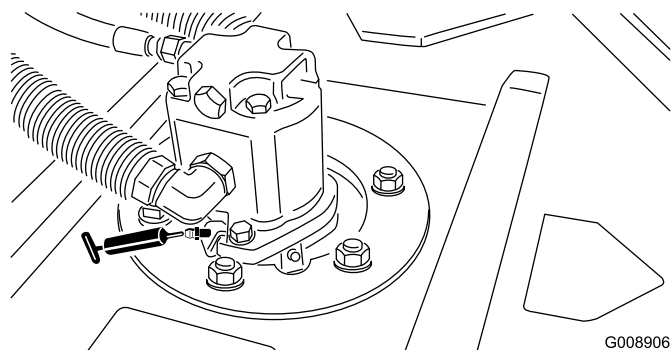

Figura 37
- Cuscinetti dell'asse del mandrino dell'apparato di taglio (2 per apparato di taglio) (Figura 37)